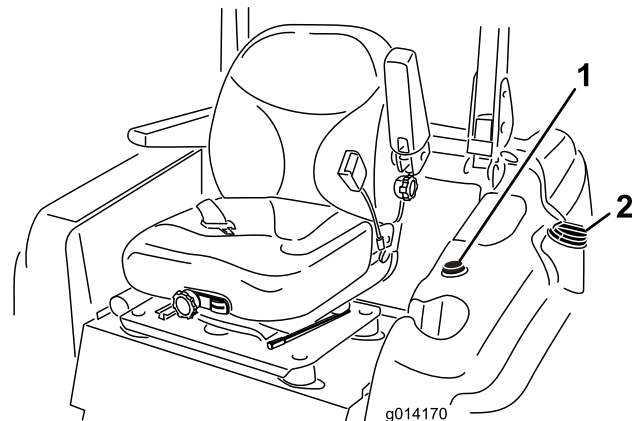

図 12
2. 燃料タンクのキャップの周囲をきれいに拭いてからキャップを取る 図 12。